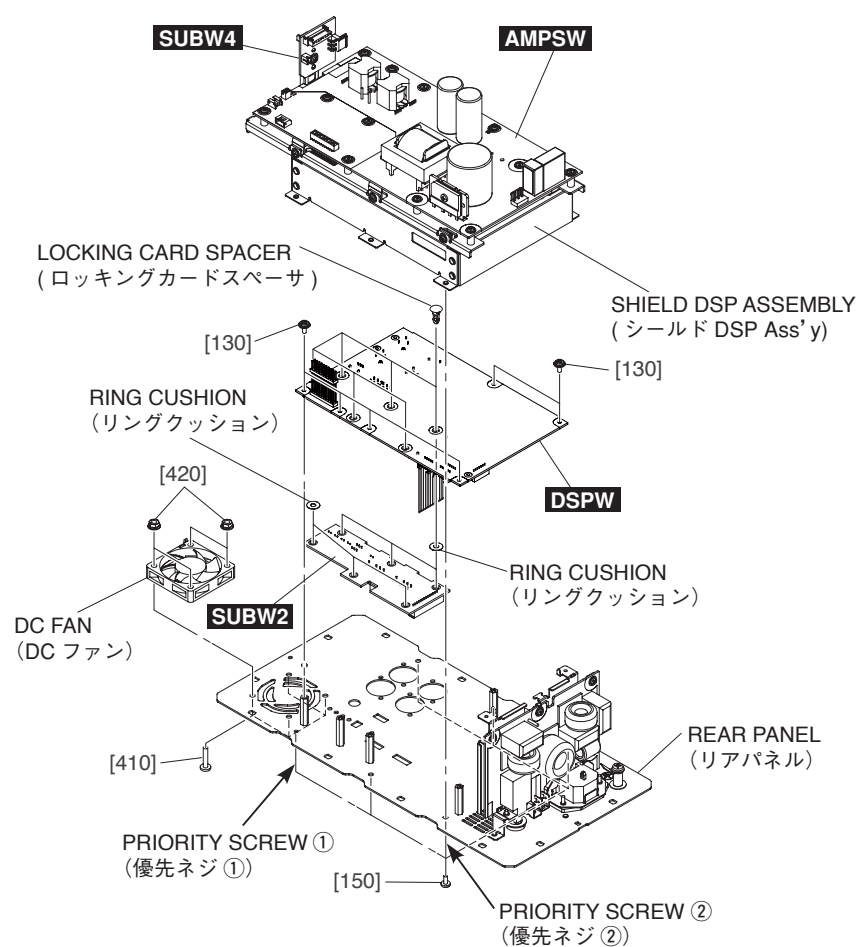
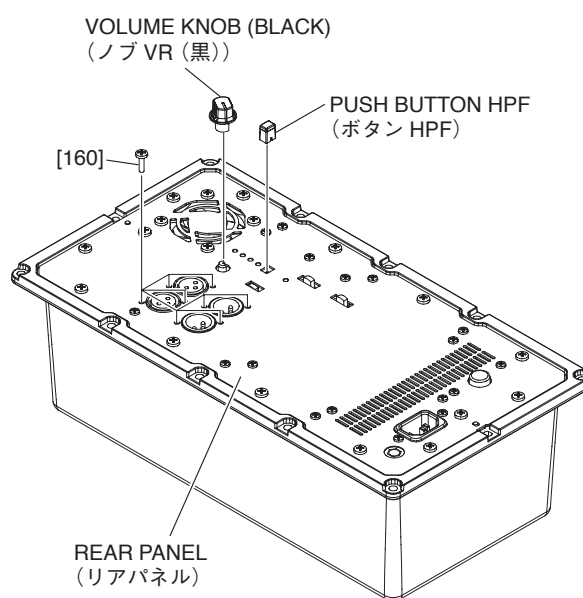

Fig. B-6 (図B-6)
Fig. B-7 (図B-7)
B-7-4 Remove the six (6) screws marked [150] from the rear panel side. The shield DSP assembly can then be removed together with the AMPSW circuit board and SUBW4 circuit board. (Fig. B-6)
* ***When installing the shield DSP assembly, first tighten the two (2) priority screws in order as shown in Fig. B-6.***
B-7-5 Remove the volume knob (black) and eight (8) screws marked [160] from the rear panel side. (Fig. B-7)
B-7-6 Remove the six (6) screws marked [130]. The DSPW circuit board can then be removed together with the SUBW2 circuit board. (Fig. B-6)
B-7-7 Remove the SUBW2 circuit board from the six (6) locking card spacers of the DSPW circuit board. (Fig. B-6)
* ***The six (6) locking card spacers are not parts of the DSPW circuit board. When replacing the DSPW circuit board, remove the six (6) locking card spacers from the DSPW circuit board and install them to the new circuit board. (Fig. B-6)***
* ***The push button HPF and the six (6) ring cushions are not parts of the SUBW2 circuit board. When replacing the SUBW2 circuit board, remove the push button HPF and the six (6) ring cushions from the SUBW2 circuit board and install them to the new circuit board. (Fig. B-6, Fig. B-7)***
B-8-4 Remove the four (4) screws marked [410] and four (4) hexagonal flange nuts marked [420]. The DC Fan can then be removed. (Fig. B-6)
B-7-4 リアパネル面から [150] のネジ 6 本を外して、AMPSW シート、SUBW4 シートと共にシールド DSP Ass'y を外します。(図 B-6)
※ シールド DSP Ass'y を取り付けるときは、優先ネジ 2 本を図に示す順番で先に締めてください。(図 B-6)
B-7-5 リアパネル面からノブ VR (黒) 1 個と [160] のネジ 8 本を外します。(図 B-7)
B-7-6 [130] のネジ 6 本を外して、SUBW2 シートと共に DSPW シートを外します。(図 B-6)
B-7-7 DSPW シートのロッキングカードスペーサ 6 箇所から SUBW2 シートを外します。(図 B-6)
※ ロッキングカードスペーサ 6 個は、DSPW シートの構成部品ではありません。DSPW シートを交換する際には、DSPW シートからロッキングカードスペーサ 6 個を取り外して、新しいシートに取り付けてください。(図 B-6)
※ ボタン HPF 1 個とリングクッション 6 個は、SUBW2 シートの構成部品ではありません。SUBW2 シートを交換する際には、SUBW2 シートからボタン HPF 1 個とリングクッション 6 個を取り外して、新しいシートに取り付けてください。(図 B-6、図 B-7)
B-8-4 [410] のネジ 4 本と [420] の六角フランジナット 4 個を外して、DC ファンを外します。(図 B-6)